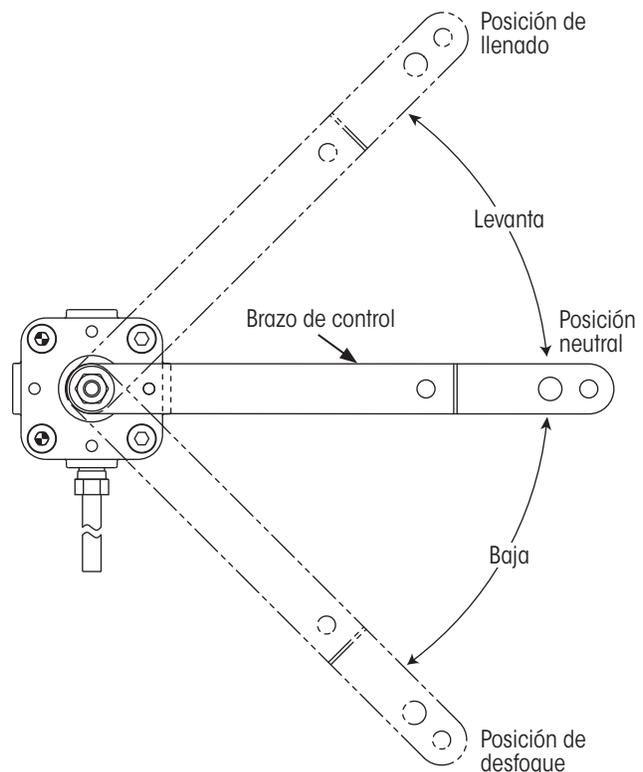

Figura 4: Ajuste de la altura de manejo
5. Si es necesario, **gire** el brazo de control en la válvula de control de altura hacia arriba para elevar o hacia abajo para bajar la suspensión (Figura 4) hasta que la distancia entre la superficie de montaje de la suspensión y el centro del eje concuerde con la altura de manejo recomendada de la suspensión.